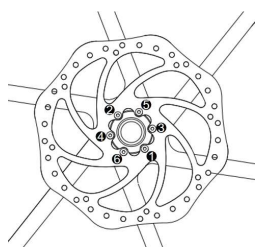
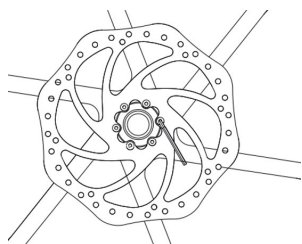

Figura 2-1 Sequenza di serraggio del disco e delle viti di fissaggio del disco
Figura 2-2 Serrare le viti di fissaggio del disco con una chiave esagonale da 3 mm
- ① Installare il disco sul mozzo, assicurandosi che il segno sul disco sia rivolto verso l'esterno (la direzione di rotazione della ruota sia coerente con la direzione della freccia del disco), quindi serrare parzialmente le viti di fissaggio del disco. Capitolo 7 Altre note Per garantire la planarità del disco, le viti del disco devono essere serrate alternativamente in posizioni relative.
- ② Indossare guanti protettivi, applicare una certa forza al disco in senso orario e serrare le viti di fissaggio del disco in ordine diagonale (come mostrato nella Figura 2-1 e nella Figura 2-2).
- ③ Coppia di serraggio della vite di fissaggio del disco 60 kgf·cm (52 lbf·in).